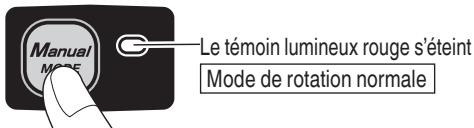

Fig. 54
- (6) Lorsque le rouleau de cintrage s'arrête après être revenu à sa position initiale, appuyer sur le sélecteur de mode manuel encore une fois pour annuler la rotation inverse. (Fig. 54)